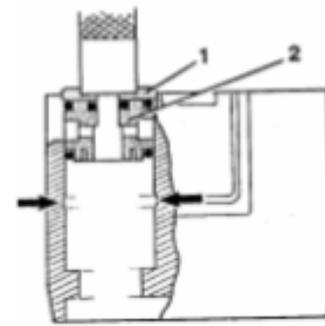

Fig. 35
Cambiar las piezas incluidas en el juego de reparaciones. Montar el cono de la válvula (2) y la arandela de tope (1) para la válvula range. Fig. 35